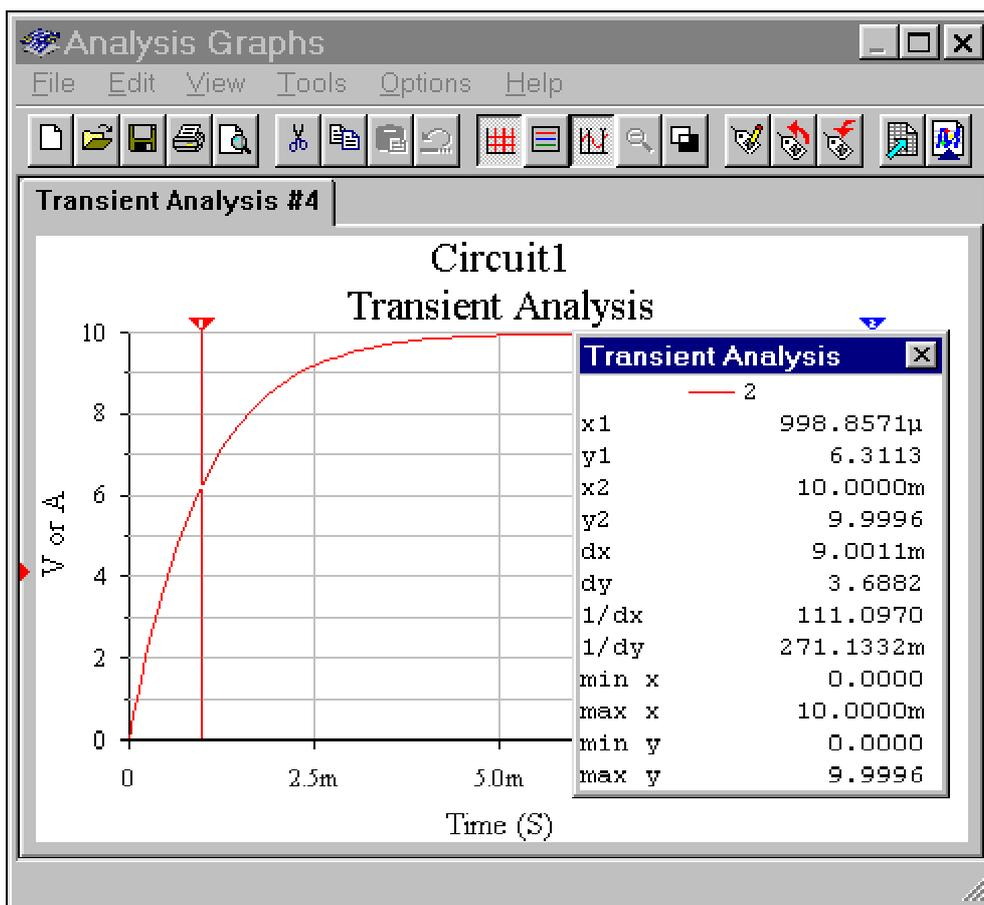

Fig. 22 Gráfica de la carga de un condensador
- La gráfica que se obtendrá será la que se muestra en la Fig. 22.